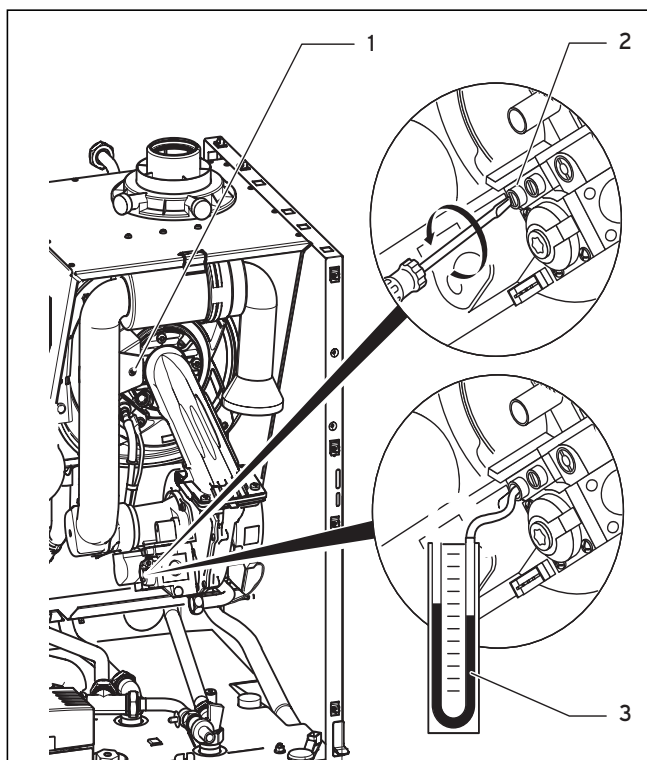

Рис. 7.5 Измерение давления подключения (давление истечения газа)
- Закройте измерительный ниппель (2, рис. 7.5) уплотнительным винтом.
- Откройте вверх воздухозаборник и снова закрепите его крепежным болтом (1, рис. 7.5).
- Откиньте вверх воздухозаборник и снова закрепите его крепежным болтом (1, рис. 7.5).